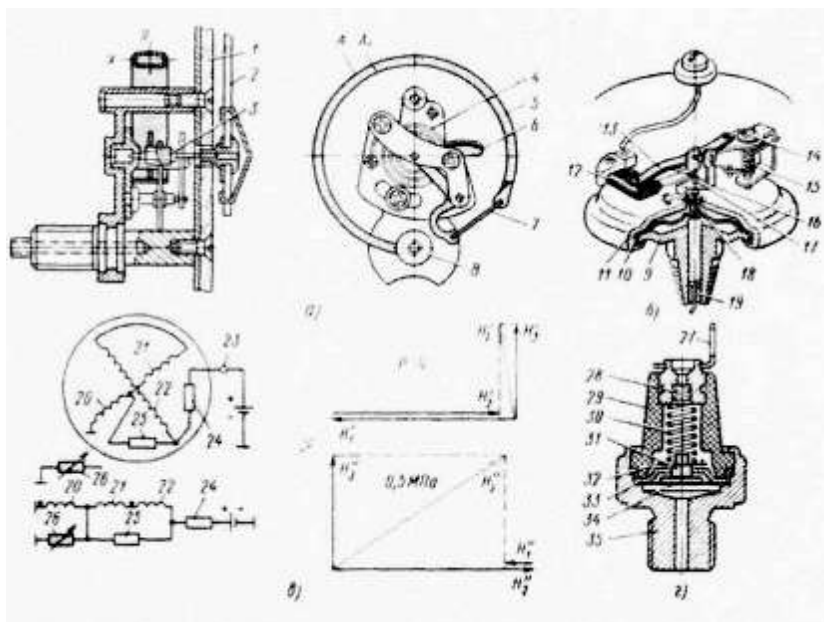

Рисунок 2. Указатель давления: а) механизм указателя с трубчатой пружиной;
2. Выполнить рисунок и описать устройство прибора указывающего давление (рисунок 2).